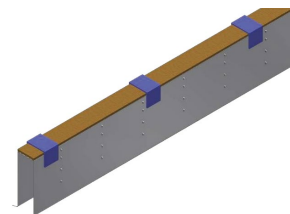

Figura 2
4. Cubra la abertura del elevador de la ranura para evitar que entren residuos en el sistema (Figura 2).